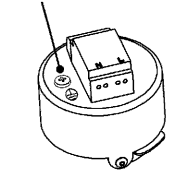

図3 アース接続
- ③アース線を用いてD種(第三種)接地工事を施してください。(図3)